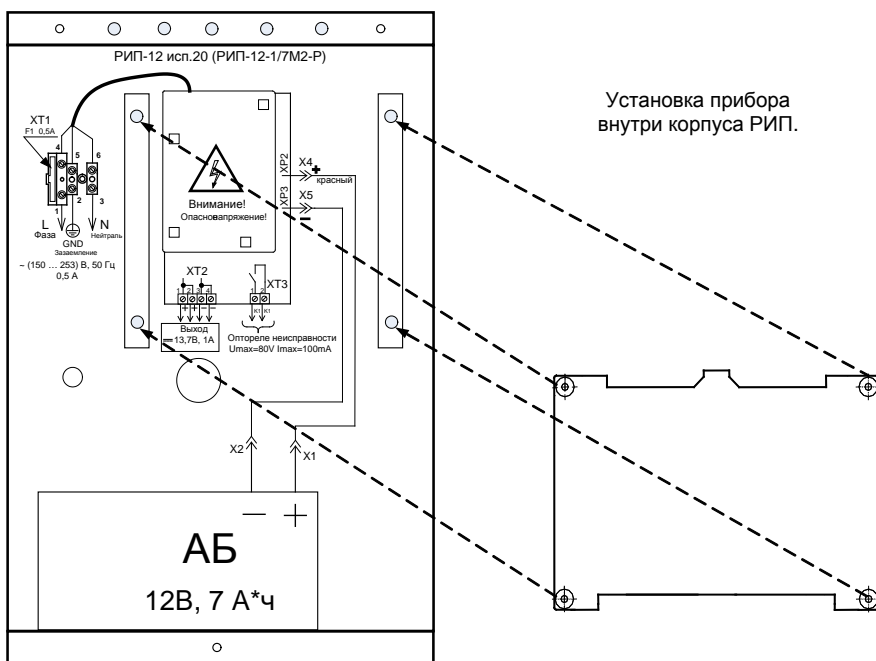

Рисунок 3. Установка прибора внутри корпуса РИП.
2.3.1 РИП предназначен для установки внутри своего корпуса одного прибора производства ЗАО НВП «Болид» с габаритными размерами 156x107x39 мм. Установка осуществляется на специальные П-образные уголки, закрепленные внутри корпуса РИП, крепление устанавливаемого прибора производится с помощью винтов М3 из комплекта поставки (см. рис.3).